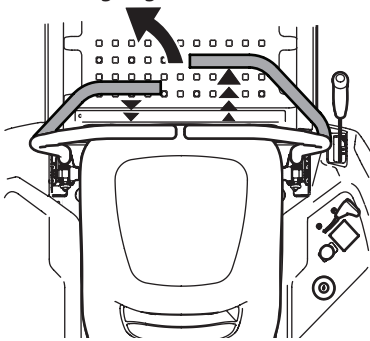

Figure 23
1. Pour tourner à gauche, déplacez le levier de contrôle de conduite gauche en arrière du levier de contrôle droit. Consultez la Figure 23.